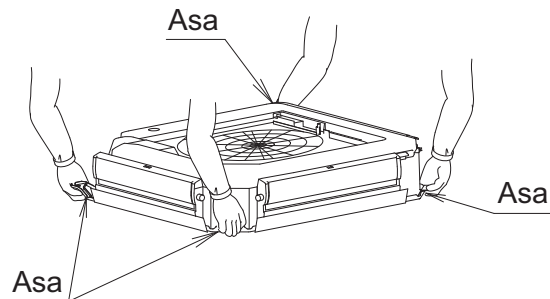

Fig. 9
- Al transportar la unidad interior, sujétela por los accesorios metálicos de cuelgue. **(Consulte la Fig. 9)**